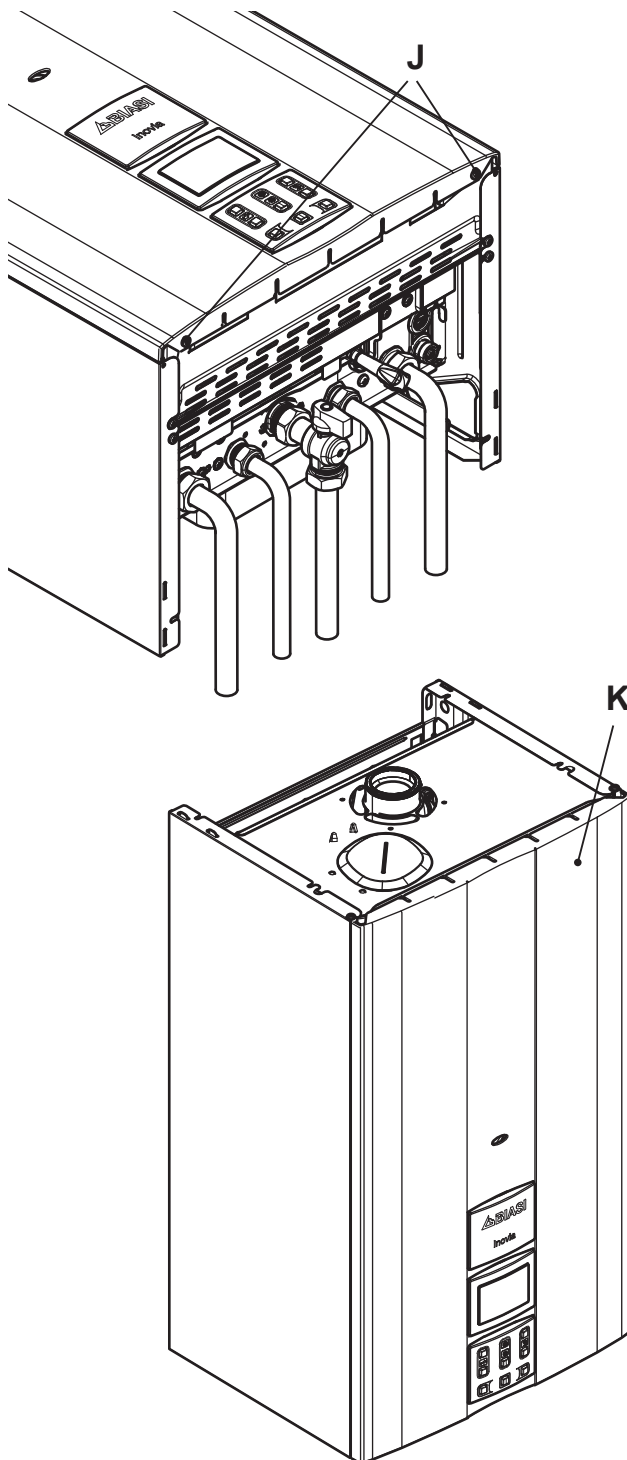

Рисунок 5.18
- Снимите винты J, затем снимите переднюю панель K, потянув ее на себя и подтолкнув вверх, чтобы высвободить из верхних пазов Рисунок 5.18.